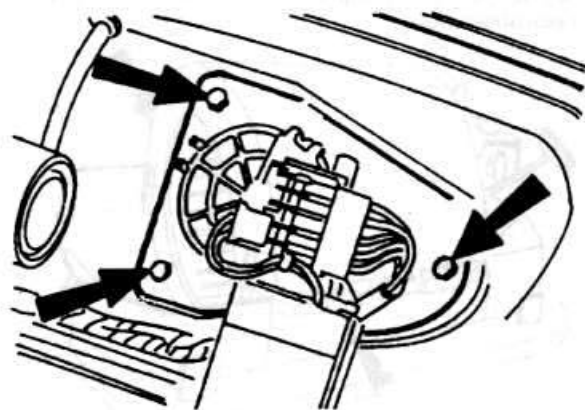

Рис. 7.7
- ♦ Отвинтите три болта пластинки крепления мотора (рис. 7.7).